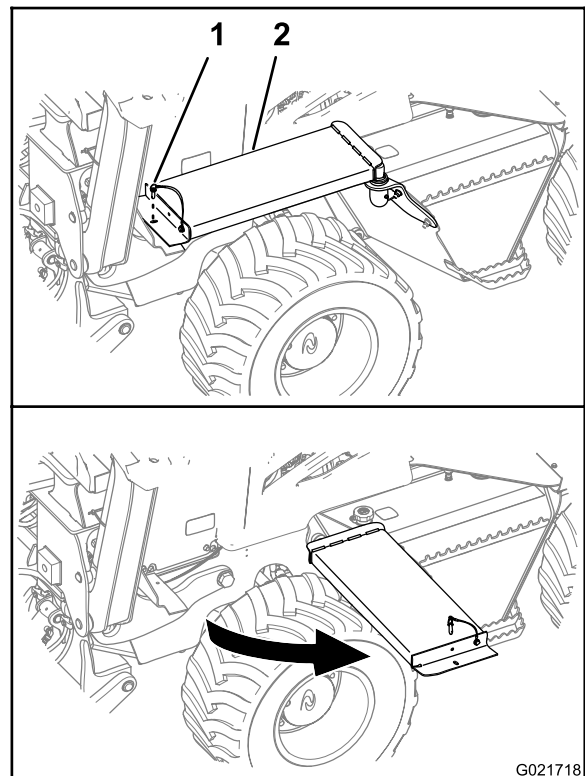

Figura 36
- A. Na lateral esquerda da máquina, remova o pino retentor da parte frontal da plataforma do operador (Figura 36).
- B. Gire a plataforma, afastando-a da máquina, como mostrado na Figura 36.
- A. Gire a parte frontal da plataforma do operador até sua posição original (Figura 36).
- B. Alinhe o furo na plataforma com o furo no suporte da plataforma (Figura 36).